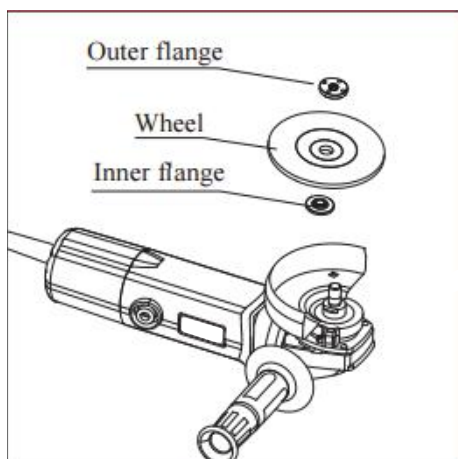

Imagen 4
- * **Montar y desmontar disco:** Equipar la placa de presión hacia abajo sobre el eje de salida, después equipe el disco de esmeril en la placa de presión, atornillar la placa de presión superior en el eje de salida (Imagen 4).